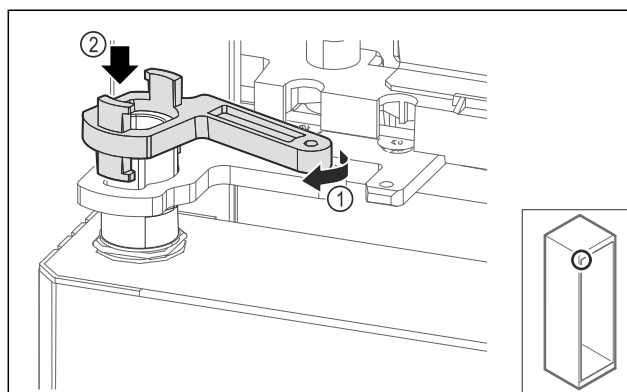

Fig. 66
- Vergrendeling lagerbok iets draaien Fig. 66 (1) en op de huls plaatsen Fig. 66 (2).